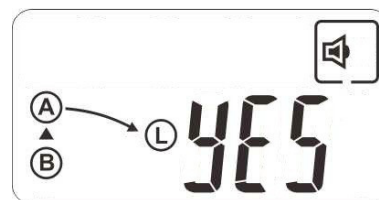

Fig. 9. Pantalla de solicitud de confirmación de transferencia.
- Mantenga presionada la tecla (b) del panel de control durante como mínimo dos segundos hasta escuchar dos breves pitidos. Se mostrará en pantalla la ilustración de la Fig. 9. Para confirmar la transferencia, pulsar de nuevo durante más de dos segundos sobre tecla (b) del panel de control. El sistema conmutará sobre la «ENTRADA B» la alimentación de la carga a condición de que la tensión y/o frecuencia